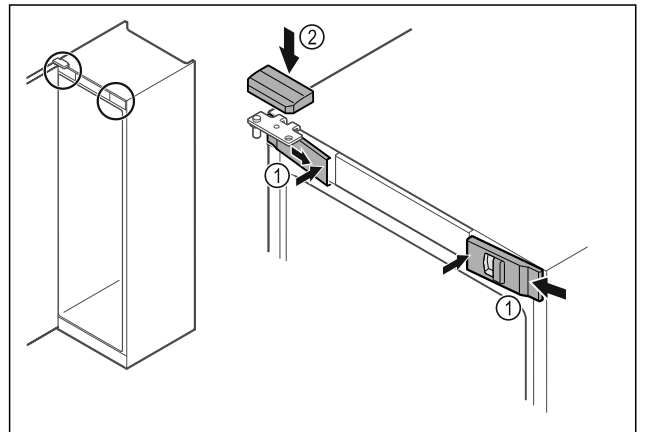

Fig. 33
- Vordere Abdeckungen Fig. 33 (1) seitlich einhaken und innen aufrasten.
- Obere Abdeckung Fig. 33 (2) von oben aufrasten.